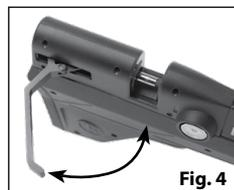

Fig. 4
2. Tag, for at spænde luftbøssen fat i spændearmen i siden og trække bagud, som vist på Fig. 4, indtil der høres et klik, og armen ikke kan trækkes længere. Boltspidsen skal rydde magasinet helt, og armen forbliver i åben position, når den slippes.